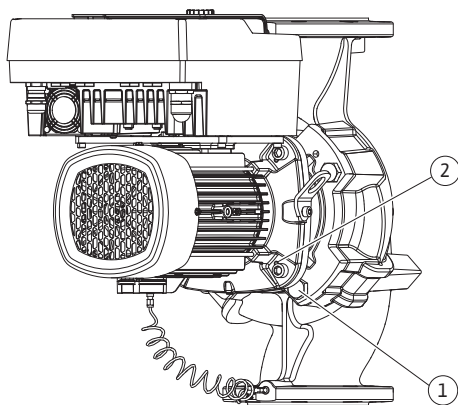

Fig. 104: Διαχωρισμός πτερωτής κινητήρα μέσω διατρήσεων σπειρώματος (DN 100 ... DN 125)
23. Αφαιρέστε την πτερωτή κινητήρα από το κέλυφος αντλίας. Γι' αυτό χρησιμοποιήστε τις διατρήσεις σπειρώματος (βλέπε Fig. 104, θέση 1).
33. Για την απόσπαση της πτερωτής κινητήρα από το κέλυφος της αντλίας χρησιμοποιήστε τις δύο διατρήσεις σπειρώματος που βρίσκονται δίπλα (Fig. 104, θέση 1) και χρησιμοποιήστε κατάλληλες βίδες από τον εγκαταστάτη (π.χ. M10 x 25 mm).